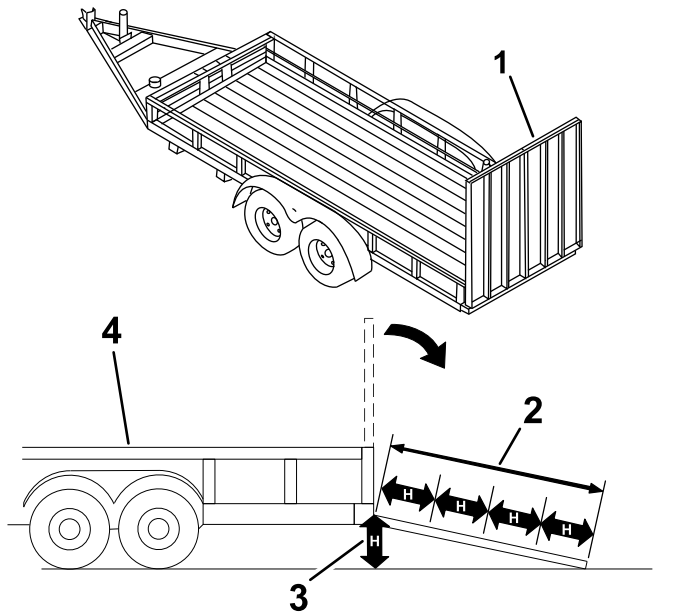

図 30
マシンをトレーラなどに搭載する作業は、機体を転倒させる危険をはらんでおり、万一そのような事故が起こると死亡事故など重大な人身事故となる図 30。
3. ランプ板を下ろす図 30。